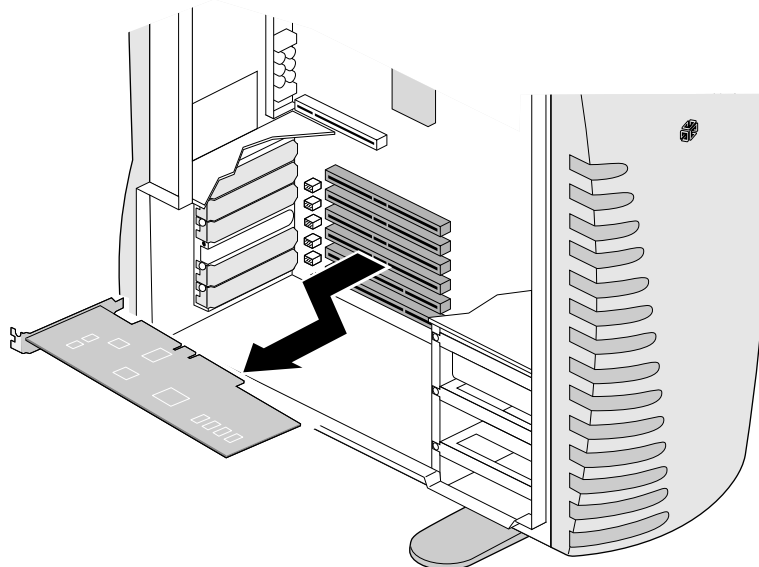

図 5-6 PCI カードの取り外し
6. PCI カードを本体から取り出すために、手前に引いてコネクタから外します (図 5-6)。